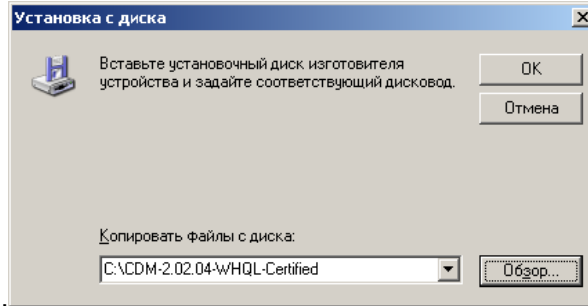
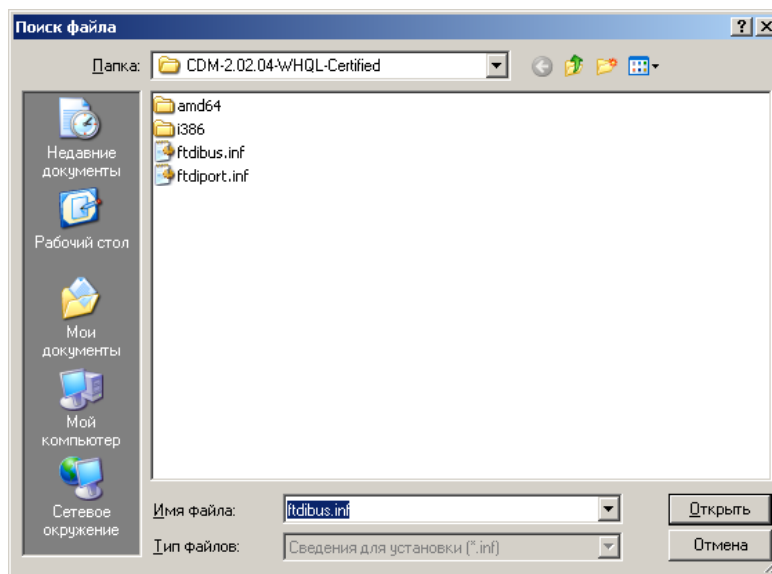

Рис.14. Окно установка драйвера с диска
Рис.15. Выбор директории драйверов.
7) В окне нажать кнопку **"Установить с диска"**. Появится окно выбора исходного места копирования файлов драйверов (рис.14). Нажать на кнопку **"Обзор"** для выбора директории с драйверами тахометра.
8) В появившемся окне выбора файлов (рис.15) перейти в корень директории драйверов тахометра (по умолчанию драйвера находятся в папке C:\Program Files\ДО-03) и нажать кнопку **"Открыть"**. Снова появится окно установки с диска (рис.14), в которой нажать кнопку **"OK"**.